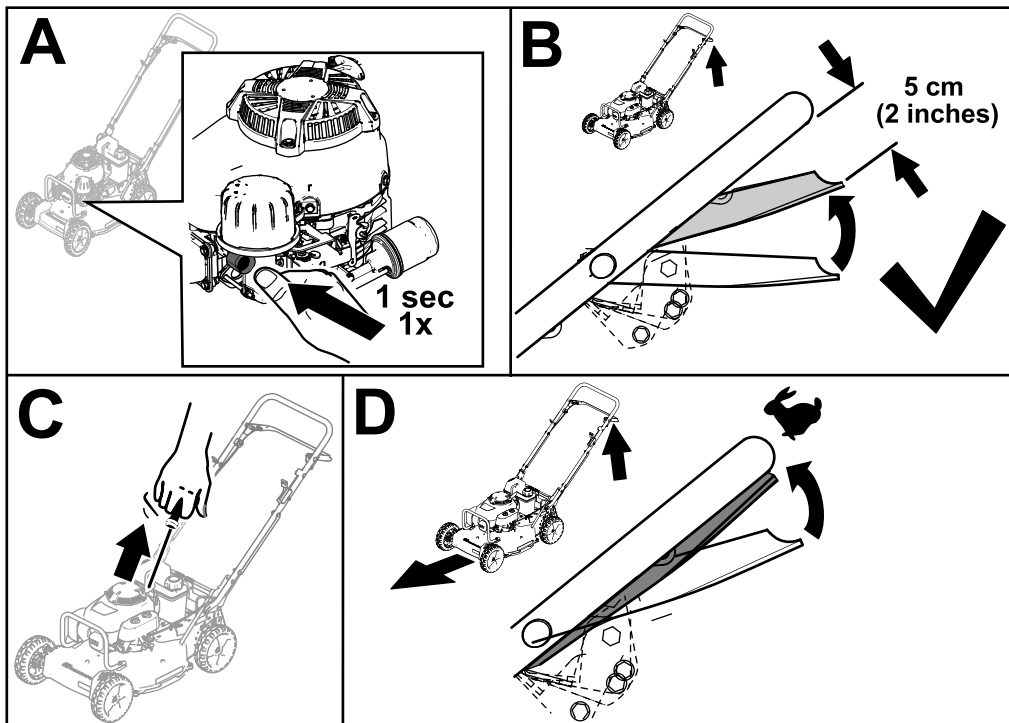

Figure 13
3. Appuyez fermement sur la poire de l'amorçe pendant 1 seconde (encadré A de la Figure 13).
4. Maintenez la barre de commande de la lame à la position Marche/Changement à environ 5 cm (2 po) sous le guidon (encadré B de la Figure 13).
5. Tirez légèrement la poignée du lanceur jusqu'à ce que vous sentiez une résistance, puis tirez vigoureusement et laissez le câble se rétracter lentement jusqu'au guide sur le guidon (encadré C de la Figure 13).